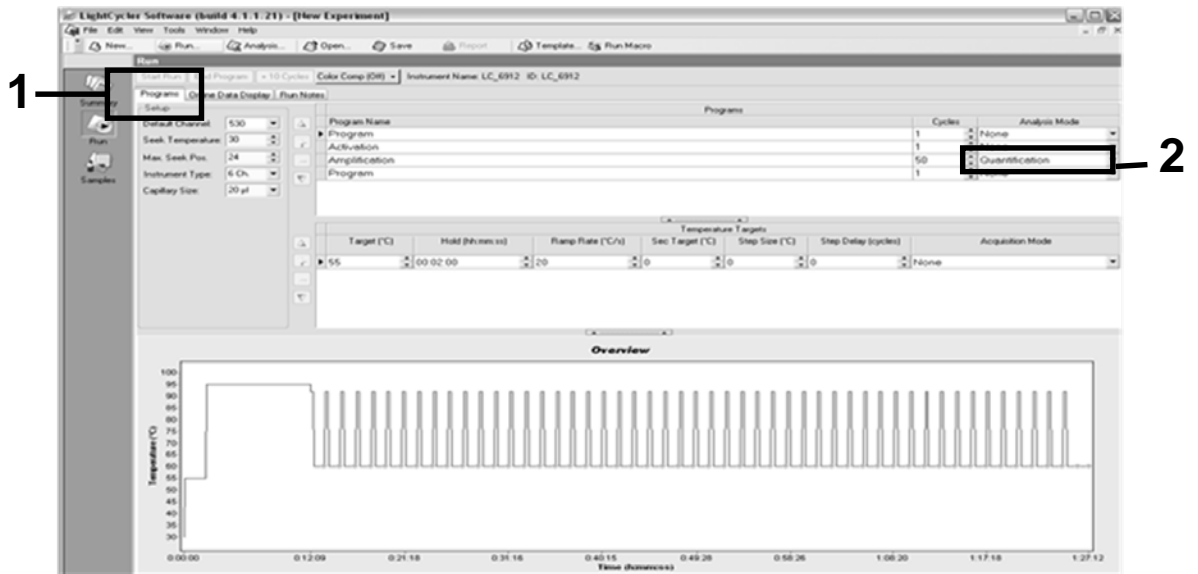

Ilustración 28. Pantalla de programación de LightCycler 2.0.
10. Programe el termociclador (ilustración 28) con el programa tal como se indica en la tabla 13.